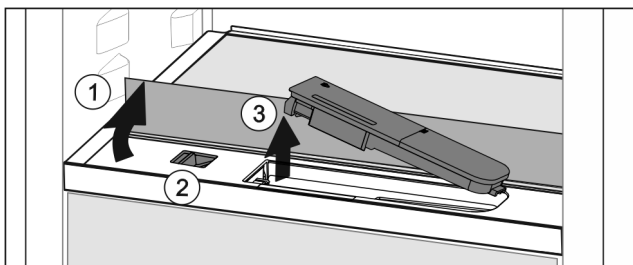

Fig. 114
- ▶ Soulever la tablette et la rabattre vers l'arrière jusqu'à la butée Fig. 114 (1).
- ▶ Pousser le curseur Fig. 114 (2) vers la gauche.
- ▶ Sortir le filtre à eau Fig. 114 (3).